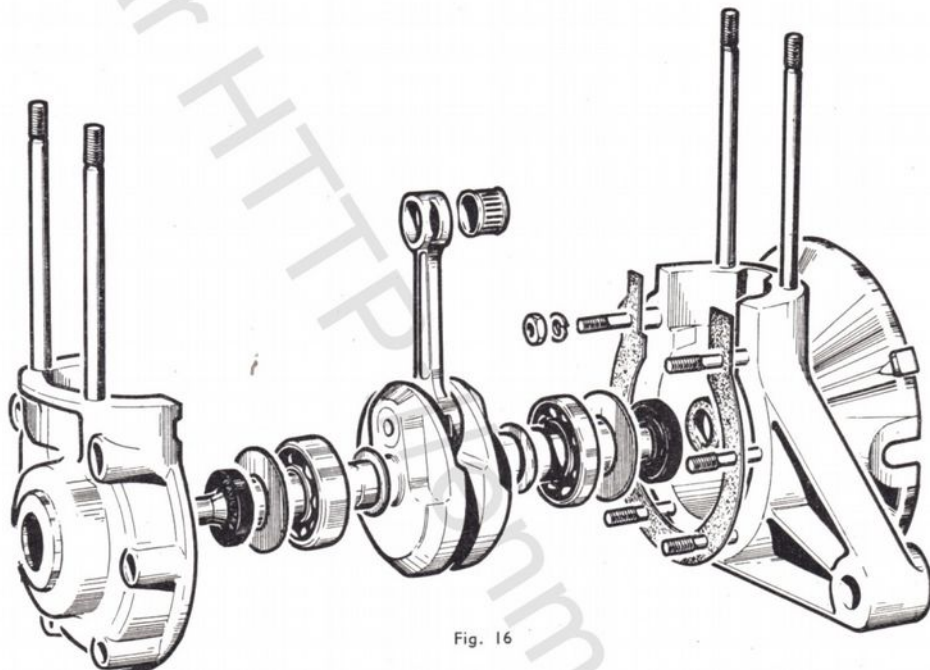

Fig. 16
- Visser jusqu'à l'extraction complète du carter (fig. 16 bis).
Fig. 16 bis